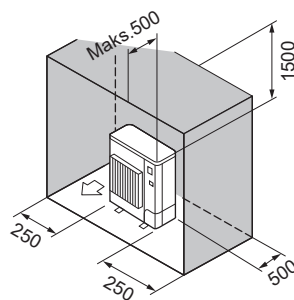

Fig. 2-12
- (6) Hindringer kun bak, på sidene og over (Fig. 2-12)